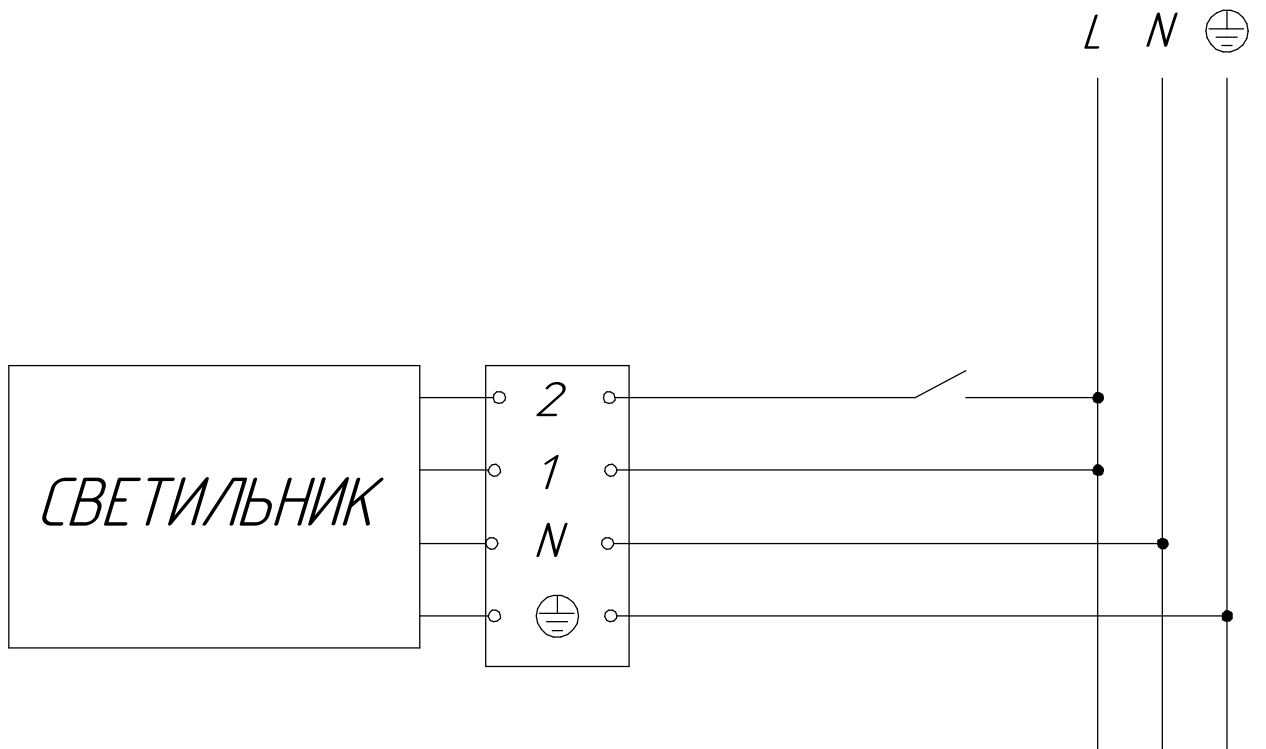

Рисунок 4 - Схема подключения светильника.
5.5. Подключить сетевой провод к клеммной колодке в соответствии с указанной полярностью (см. рисунок 4 или 5).